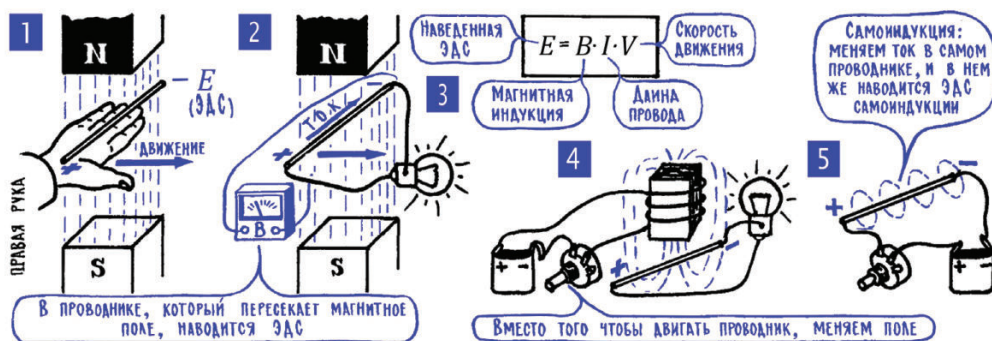

Рис. 5.7. Электромагнитная индукция
Электричество из магнетизма впервые получил замечательный английский физик Майкл Фарадей. Он самыми разными способами пытался расположить проводник возле магнита, полагая, что для получения тока нужно лишь придать проводнику удачную форму и найти ему удачное место в магнитном поле. И только спустя много лет⁵ Фарадей обнаружил, может быть, даже случайно, что для получения тока в проводнике, кроме этого проводника и магнита, нужно еще одно обязательное слагаемое – движение. Электродвижущая сила на концах проводника, а при замкнутой цепи и ток в нем, появляется, если проводник определенным образом двигать в магнитном поле (рис. 5.7; 1). Это явление называется электромагнитной индукцией (в переводе на русский – электромагнитным наведением).
Величина наведенной ЭДС E зависит от длины проводника l , от индукции внешнего магнитного поля B и еще, конечно, от скорости движения проводника V . Чем быстрее он движется, тем больше наведенная электродвижущая сила (рис. 5.7; 3).
11. Различные способы наведения ЭДС – индукция, взаимдукция, самоиндукция. Для того чтобы в проводнике навелась ЭДС, можно двигать его в магнитном поле, или, что то же самое, магнитное поле двигать относительно проводника. А можно еще поступить так: расположить рядом два проводника и в одном из них менять величину тока, например включив в цепь переменное сопротивление (рис. 5.7; 4). Раз в первом проводнике меняется ток, то, значит, меняется и его магнитное поле. А оно, это меняющееся поле, охватывает второй проводник и наводит в нем ЭДС точно так же, как это делало магнитное поле движущегося магнита. Такой способ наведения ЭДС называется взаимдукцией.
Уберем второй проводник и внимательно посмотрим, что происходит в первом, когда в нем меняется ток. Этот меняющийся ток, как мы только что установили, создает меняющееся магнитное поле. Но ведь это поле не только действует в пространстве вокруг проводника, оно пронизывает и сам проводник. И когда собственное магнитное поле проводника меняется, то оно, по всем правилам электромагнитной индукции, наводит ЭДС в самом этом проводнике (рис. 5.7; 5). Такой способ наведения называют самоиндукцией, а наведенную ЭДС – электродвижущей силой самоиндукции.
ЭДС максимальна – проводник движется строго перпендикулярно полю. Такая же максимальная ЭДС наводится и в случае рис. 6.1; 5. Здесь, правда, проводник движется в другом направлении и полярность ЭДС, конечно, меняется на обратную (по сравнению с рис. 6.1; 4). Так бывает всегда: полярность наведенной ЭДС всегда зависит от того, в каком направлении проводник пересекает магнитное поле, и определяется эта полярность по известному правилу правой руки (рис. 5.7; 1).